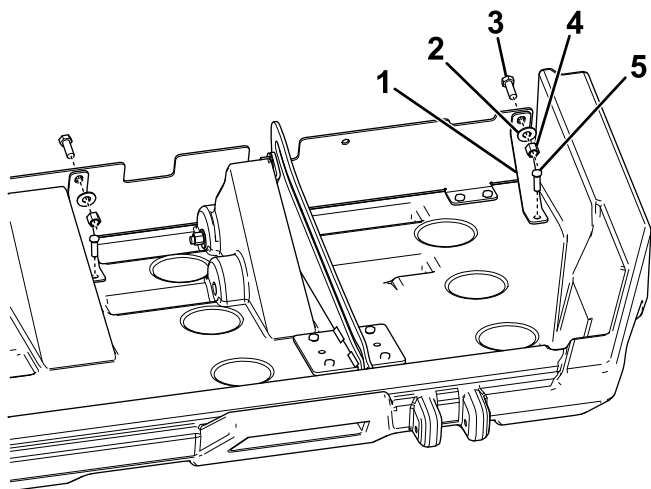

Bild 12
14. Befestigen Sie die vier Stützwinkel mit vier Schrauben ( $\frac{3}{8}$ " x 1"), 4 Unterlegscheiben, vier Muttern und vier Zugschrauben am Materialblech und der Abdeckung, wie in Bild 12 abgebildet.